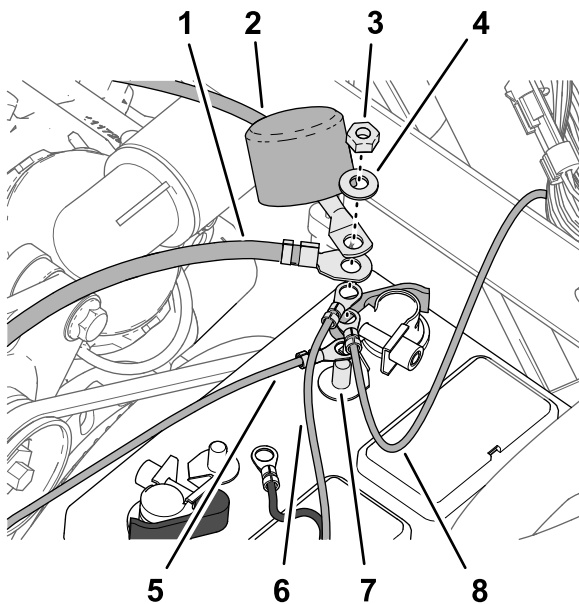

Bild 210
2. Montieren Sie die folgenden Kabel-Anschlussklemmen in der folgenden Reihenfolge an der Gewindestrebe des Pluspols der Batterie (Bild 210):
4. Fluchten Sie die Isolierabdeckung des Pluskabels der Batterie zum Anlasser über der Gewindestrebe aus (Bild 210).